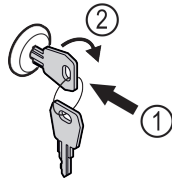

Fig. 170
- ▶ Zatlačte kľúč Fig. 170 (1).
- ▶ Otočte kľúč o 90° v smere hodinových ručičiek Fig. 170 (2).